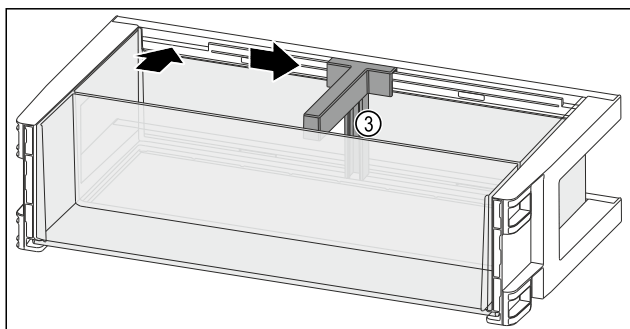

Fig. 99
- ▶ Поставете преградата за бутилки Fig. 99 (3) в прореза.
- ▶ Плъзнете преградата за бутилки Fig. 99 (3) настрани до желаната позиция.